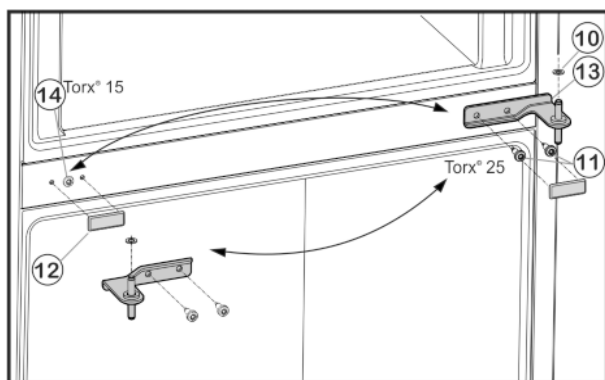

Fig. 5
- Odšroubujte upevňovací šrouby Fig. 5 (11) (2 x Torx® 25) a stojan ložiska uprostřed vytáhněte ze spodních dvířek.
- Vyjměte plastovou podložku Fig. 5 (10).
- Kryt Fig. 5 (12) opatrně stáhněte.
- Odšroubujte upevňovací šroub Fig. 5 (14) (1 x Torx® 15) a opět jej nasadte na protilehlé straně.
- Kryt Fig. 5 (12) opět nasadte na protilehlé straně.
- Prostřední stojan ložiska Fig. 5 (13) otočený o 180° nasadte do spodních dvířek a našroubujte jej pomocí upevňovacích šroubů Fig. 5 (11) (2 x Torx® 25) pevně na novou stranu závěsu dveří (4 Nm).
- Opět nasadte plastovou podložku Fig. 5 (10).
- Horní dvířka usadte na prostředním ložiskovém čepu Fig. 5 (13).